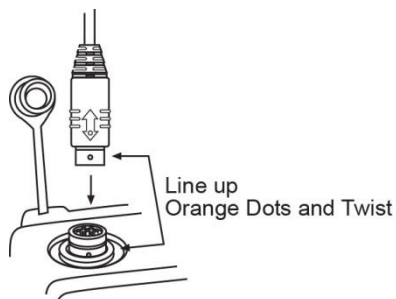

Figure 2 : Connexion à l'aide du câble pour opérations de refoulement
- L'appareil U9920-GPB est conçu pour être utilisé dans le cadre d'opérations de refoulement dans les aéroports et peut être raccordé à un système intercom de bord. Une fois connecté, il permet à jusqu'à quatre utilisateurs de stations de ceinture (U9910-BSW ou U9912-BSW) communiquer avec le pilote d'un aéronef en appuyant sur le bouton PTT de la station de ceinture. Un câble pour opérations de refoulement est requis pour relier l'appareil U9920-GPB à l'aéronef (voir ci-dessous: Figure 2 – illustration de connexion, et le Tableau 3 – matrice de câble pour opérations de refoulement.)